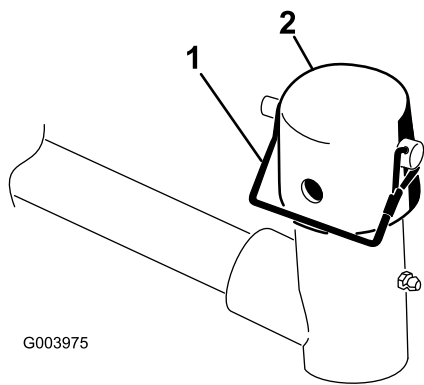

Bild 10
- 7. Nehmen Sie den Einraststift und die Kappe vom Gelenkjoch des Hubarms ab (Bild 10).
11. Befestigen Sie die Kappe und den Trägerrahmenschaft mit dem Einraststift am Hubarmjoch. Verwenden Sie den Schlitz, wenn Sie die Schneideinheit lenken möchten, oder das Loch, wenn Sie die Schneideinheit arretieren möchten (Bild 10).